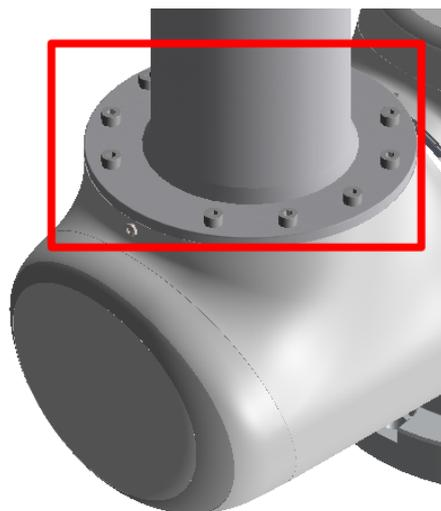

图 1-19：拆下螺钉
7. 如**图 1-19** 所示，用 3 号内六角扳手拆下上臂周围的螺钉。